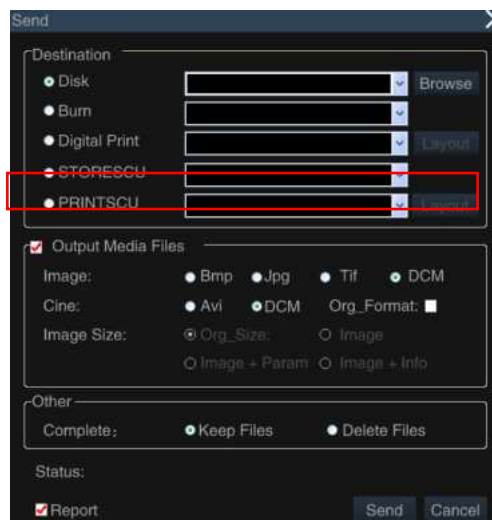

Fig. D-10 Archive Management - tela enviar
- 2) Selecione o registro do paciente a ser enviado a partir da lista de pacientes, clique em **Send** na parte inferior da tela para abrir a **tela Send**, como mostrado na Fig. D-10.